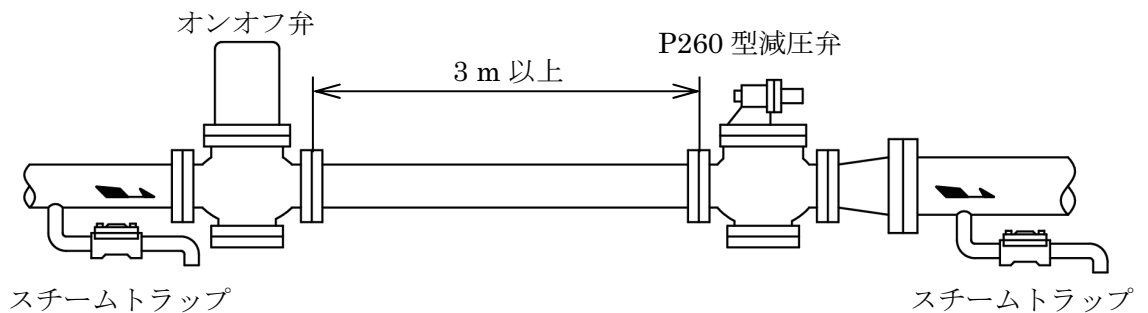
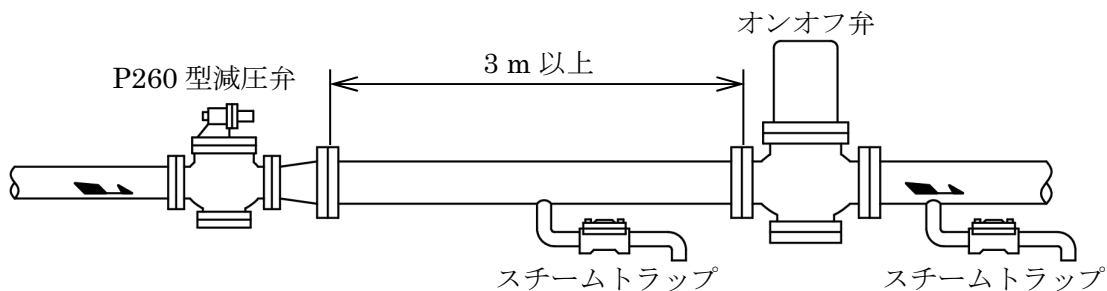

図 3 一次側にオンオフ弁がある場合
図 4 二次側にオンオフ弁がある場合
e) 減圧弁の一次側または二次側にオンオフ弁を取付ける場合、減圧弁とオンオフ弁の距離をできるだけ長く(3m 以上)とってください。なお、オンオフ弁は減圧弁の一次側に取付けるようお勧めします(図 3)。オンオフ弁の使用圧力等の関係から減圧弁の二次側に取付ける場合、減圧弁は完全閉止できませんので減圧弁とオンオフ弁の間にスチームトラップを設けて下さい(図 4)。